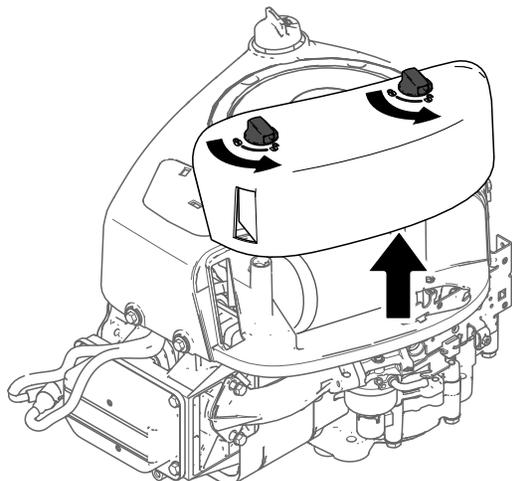

Рисунок 37
- Установите крышку и закрепите ее защелками (Рисунок 37).